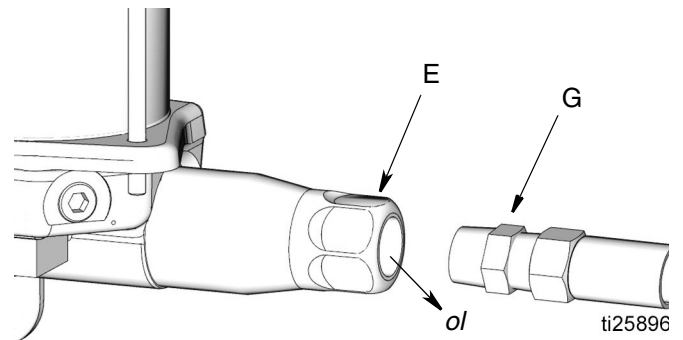

FIG. 7
3. Scollegare la linea di alimentazione (G) dalla mandata della pompa (E) (FIG. 7).
5. Far funzionare la pompa per alcune corse finché non fuoriesce olio (o) privo di aria dalla mandata (E) (FIG. 7).